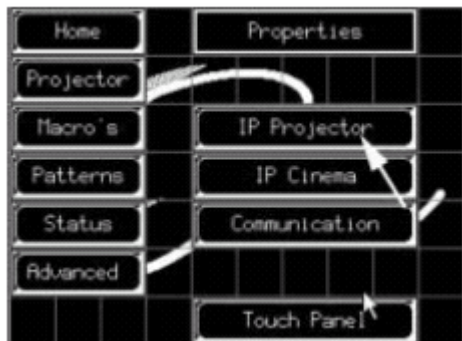

图 11-10 选中数字放映机 IP 地址
1. 按“**IP Projector**”（数字放映机IP地址）按钮。（图 11-10）